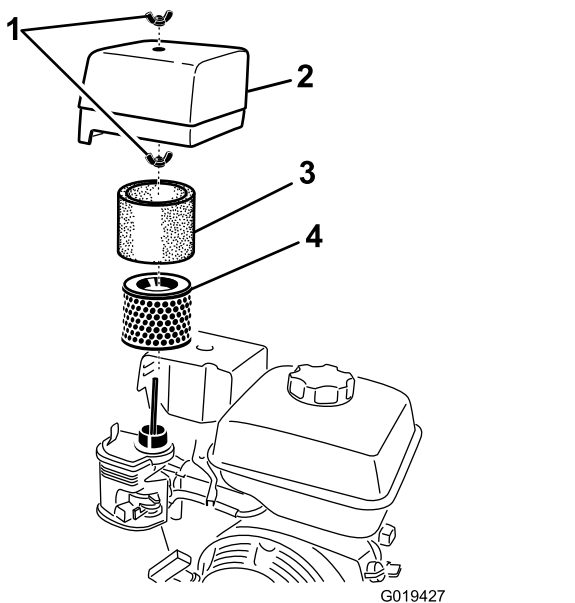

Figura 13
3. Rimuovete il dado di fissaggio del coperchio (Figura 13).
6. Rimuovete gli elementi di carta e in schiuma sintetica dalla base (Figura 13).
7. Rimuovete l'elemento in schiuma sintetica dall'elemento di carta (Figura 13).